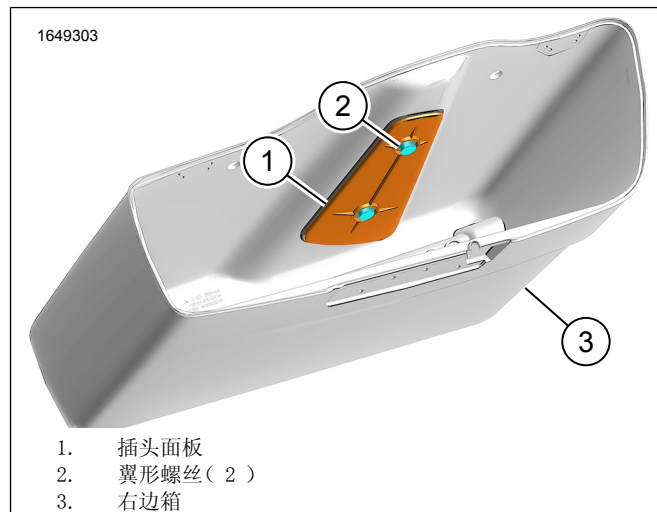

图21. 插头面板
4. 参见图 21。在内侧边框上定位插头面板 (1)。
5. 安装指拧螺钉 (2)。拧紧。